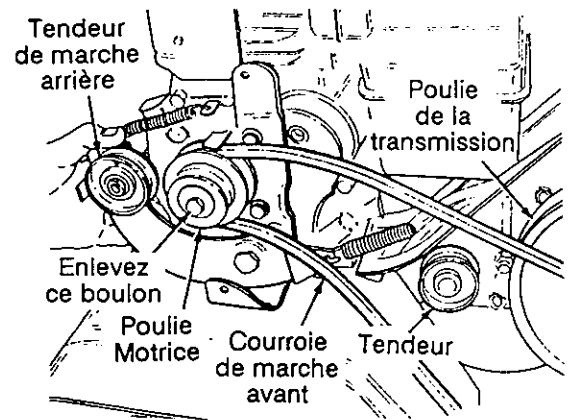

FIGURE 16
**COURROIE DE MARCHÉ ARRIÈRE. (Modèle 390 seulement) (voir la figure 16)**
**COURROIE DE MARCHÉ AVANT (voir la figure 16)**